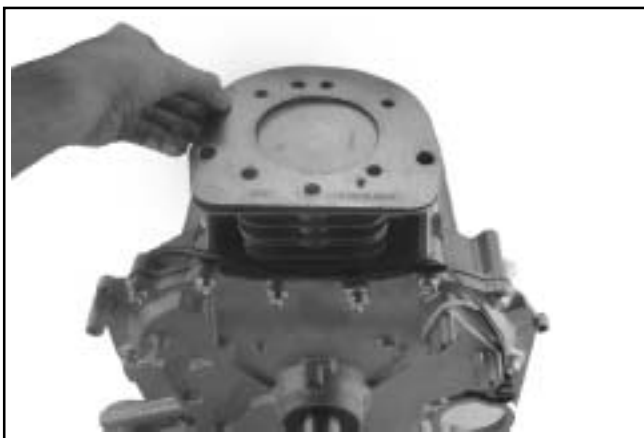

Figura 10-34. Instalación de la junta de la culata.
4. Instale una junta de culata nueva. Ver Figura 10-34.